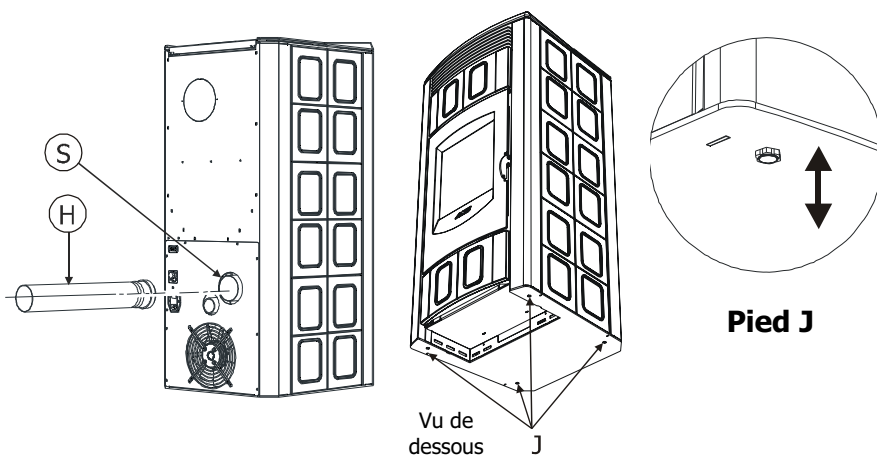

Figure1 – Exemple emballage poêle
- ✓ Le premier contient le corps du poêle ou monobloc (*Figure 1*)
Le poêle **Athos** n'est livré qu'avec l'emballage de la fig.1.